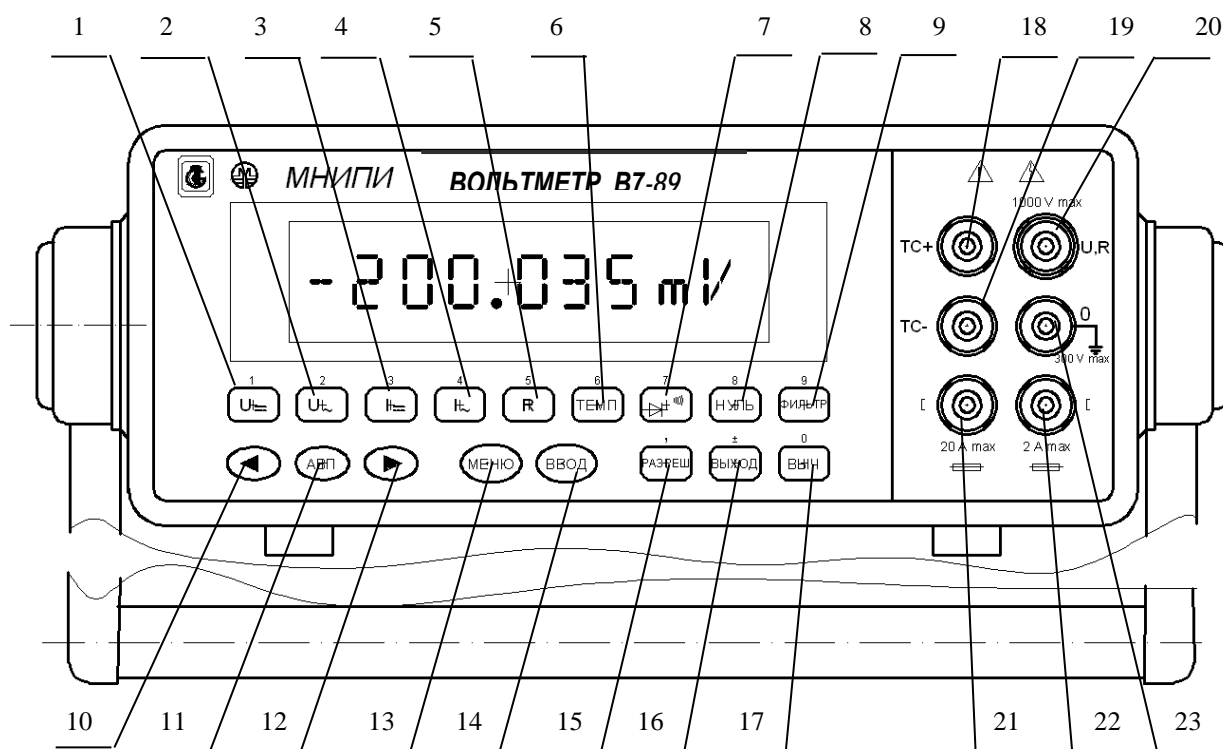

Рисунок 11 – Расположение органов управления, подключения и индикации, находящихся на передней панели вольтметра
2.3.1. На передней панели вольтметра (рисунок 11) расположены: